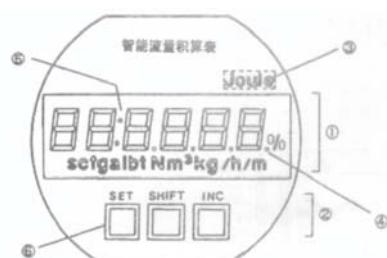

图 6-3 面板各部分名称
- (1) 按『SET』键，使“一般模式”转换为“设定模式”。这就进入了参数设定状态。
- (2) 显示的左边二位数是“参数项号码”，右边四位数是“参数数据内容”，两者用“:”分开。如图 6-3 所示。